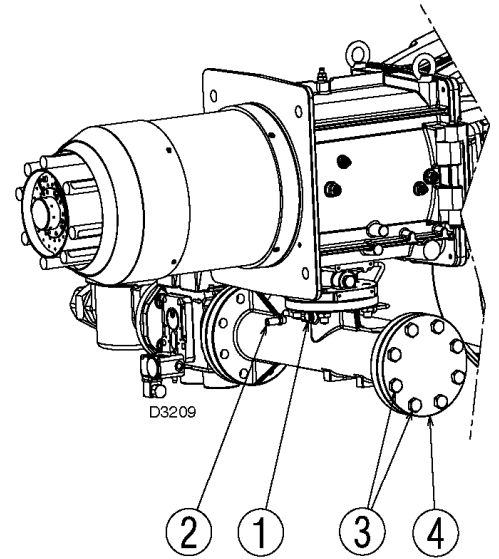

Рис. 7
- 5 Если газовая рампа устанавливается слева от горелки, снимите с трубы газа **A** заглушку **1** и навинтите штуцер **2**, который входит в комплект поставки газовой рампы. Снимите винты и гайки **3**, а также фланец **4** и закрепите их на противоположном фланце трубы **A**, установив соответствующую прокладку (рис. 7).